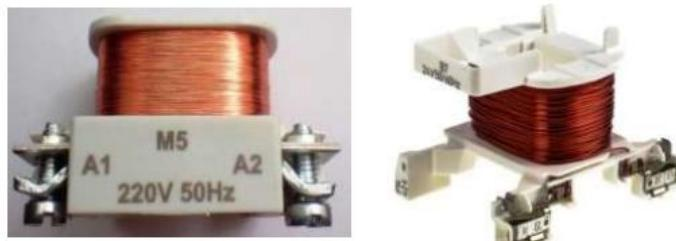

Рис. 3 Катушки магнитных контакторов
- а) Катушка контактора** (Рис. 3) – состоит из медной обмотки на электроизоляционном корпусе, снабженной двумя контактами для соединения в